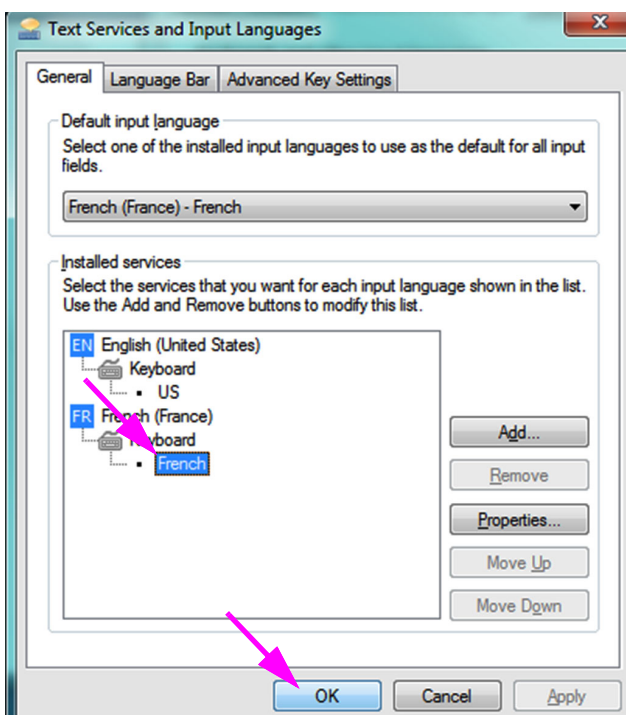

Figura C-11. Ecranul Servicii text și Regiune și limbă - Fila General
7. Faceți clic pe fila **General** (consultați Figura C-11) și utilizați caseta derulantă din secțiunea Servicii instalate (Installed Services) pentru a selecta tastatura dorită (nouă) și faceți clic pe butonul **OK**.